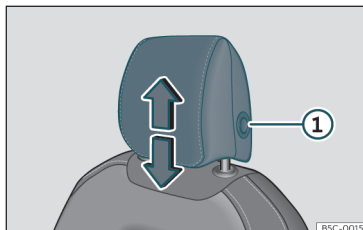
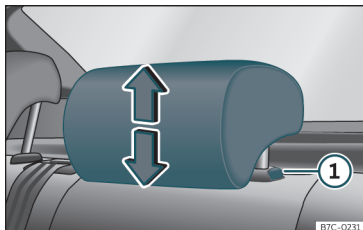

Abb. 101 Vordersitz: Kopfstützeinstellung.
Abb. 102 Kopfstützen hinten: Kopfstützeinstellung.
- Fassen Sie die Kopfstütze seitlich mit beiden Händen und schieben Sie sie nach oben bis sie in der gewünschten Position einrastet. Zum Absenken gehen Sie auf der gleiche Weise vor und drücken Sie gleichzeitig die seitliche Taste ① »» Abb. 101 »» Abb. 102.
- Seitliche Taste drücken »» Abb. 101 ① und Kopfstütze herausziehen.